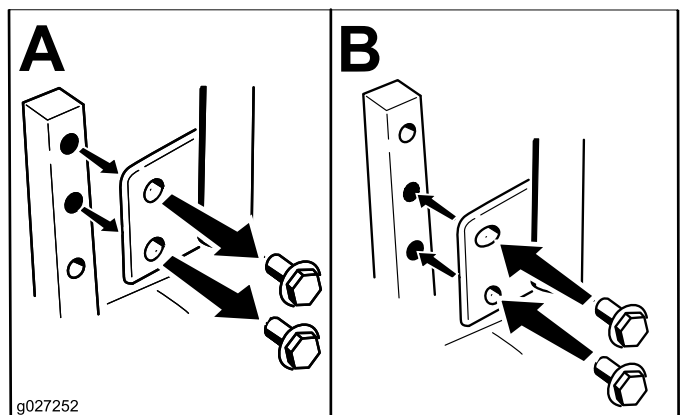

Figure 20
La hauteur des leviers de commande de déplacement peut être adaptée à la taille de l'utilisateur (Figure 20).
2. Desserrez le boulon inférieur jusqu'à ce qu'il soit possible de faire pivoter le levier de commande en avant ou en arrière (Figure 20). Resserrez les deux boulons pour fixer la commande à sa nouvelle position.